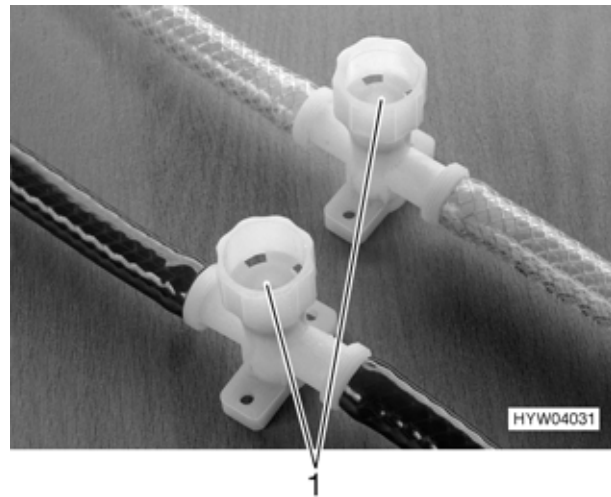
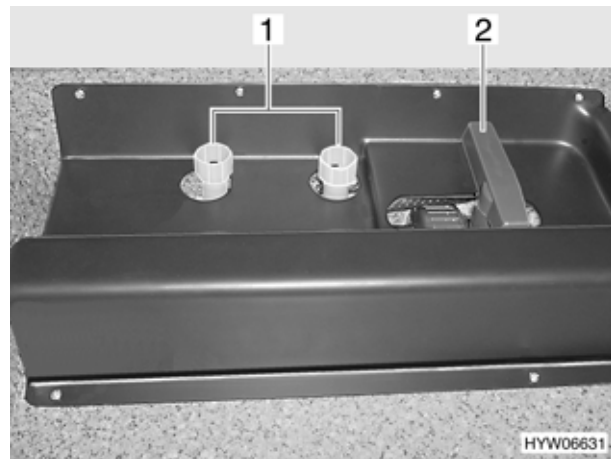

Bild 133 Ablassventile bei Star-Line
Bild 134 Ablassventile bei Modellen mit Doppelboden
- Ablassventile für Kaltwasser schließen: Weiße Ventilkappen (Bild 133,1 bzw. Bild 134,1) im Uhrzeigersinn zudrehen. Der Einbauort der Ablassventile ist in der Tabelle "Lage der Ablassventile" am Ende dieses Kapitels aufgelistet.
- Die weißen Ventilkappen (Bild 133,1 oder Bild 134,1) entgegen dem Uhrzeigersinn aufdrehen.